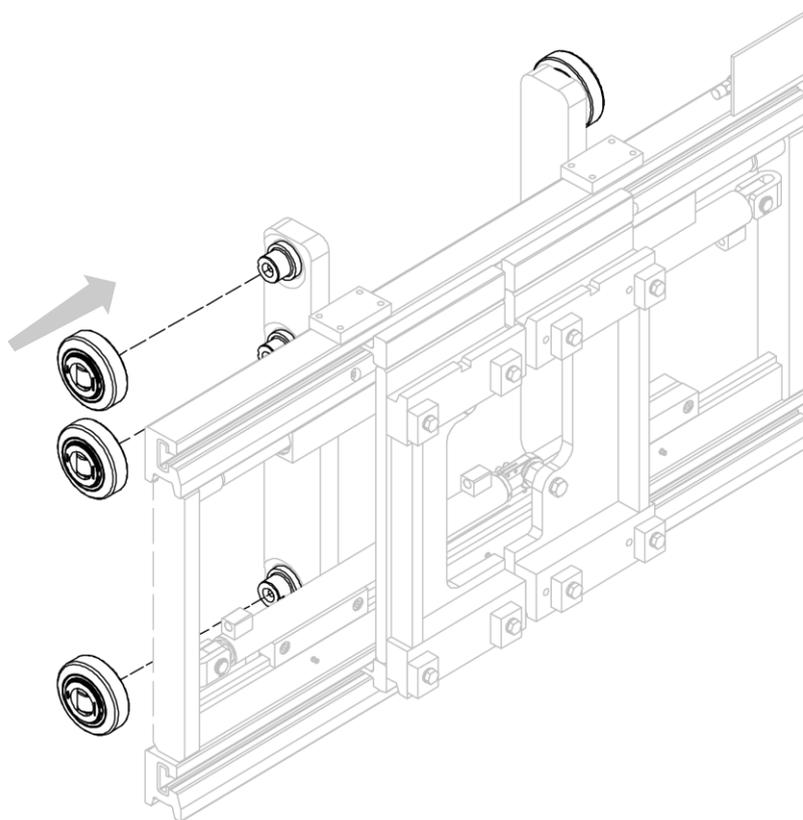

Figura 2
4. Accoppiare i rulli/cuscinetti (non sempre forniti in dotazione) ai perni realizzati sulle spalle dell'attrezzatura (vedi *Figura 2*. In questa immagine, come nelle successive, cuscinetti, spalle e montanti saranno puramente indicativi, con l'unico scopo di mostrare il corretto montaggio dell'attrezzatura, poiché potrebbero variare in funzione della stessa).